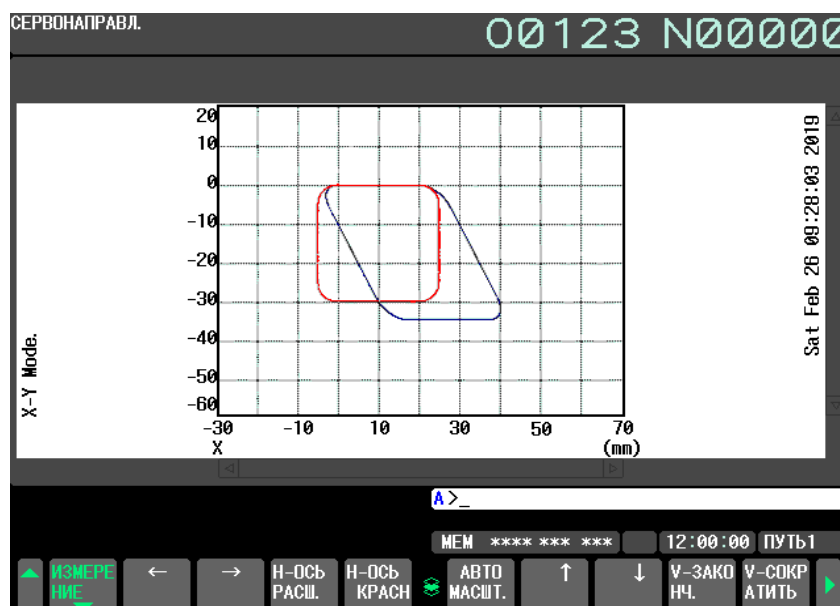

Рис. 1.9.1.2 (k)
- 29 После завершения измерения экран отображения волны будет отображен так, как показано Рис. 1.9.1.2 (j).